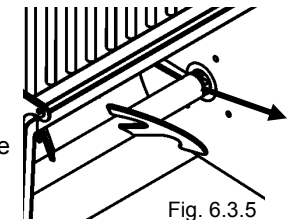

Fig. 6.3.5
- Faire attention que les bras mélangeurs soient positionnés de façon telle qu'il reste un espace libre suffisant pour en permettre l'extraction. Fig. 6.3.5